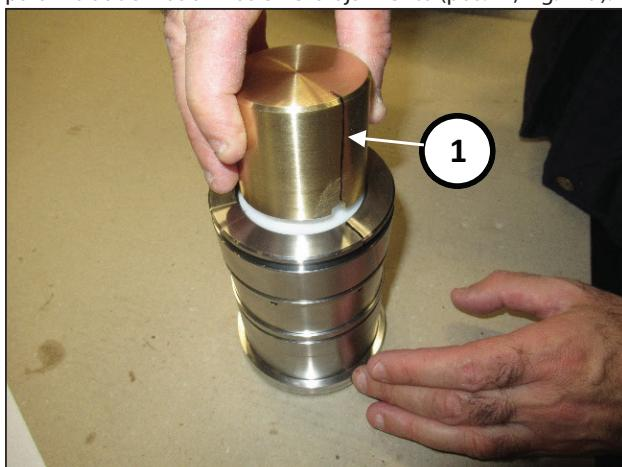

Fig. 179
Utilizar el tampón interno de la herramienta cód. 27945400 para introducir los anillos en el alojamiento (pos. ①, Fig. 179).